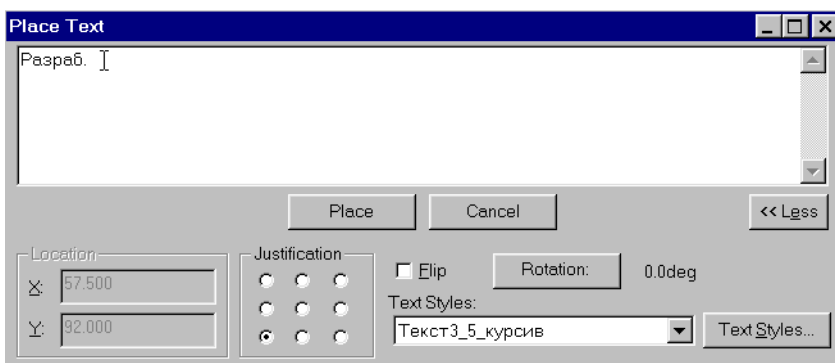

Рис. 4-8. Установка параметров текста
4) На появившейся панели **Place Text** нажмите кнопку **More>>** (Больше) для добавления инструментов установки параметров текста. На рис. 4-8 показана расширенная панель свойств текста, где кнопка **More>>** трансформировалась в кнопку **<<Less** (Меньше).